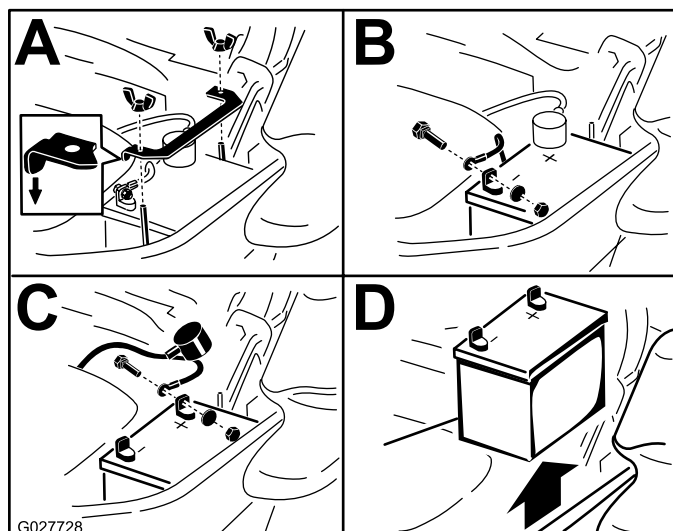

Figure 57
3. Retirez la batterie, comme montré à la Figure 57.
**Remarque:** Placez la batterie dans son support en tournant les bornes à l'opposé du réservoir hydraulique (Figure 57).